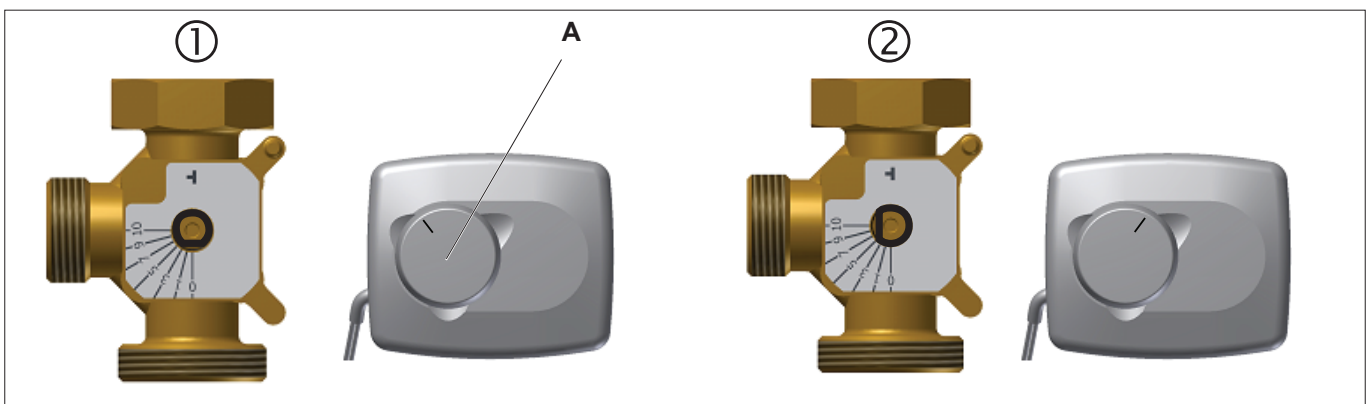

Рис. 9: Положения заслонки смесителя
- **Плавно** открыть шаровые краны (многофункциональная арматура, поз. А, рис. 9 на стр. 12) поворотом рукоятки термометра (см. раздел «Положения рукоятки термометра» на стр. 10).
- Закрывать шаровые краны (многофункциональная арматура, поз. А, рис. 9 на стр. 12) поворотом рукоятки термометров (см. раздел „Положения рукоятки термометра“ на стр. 10).